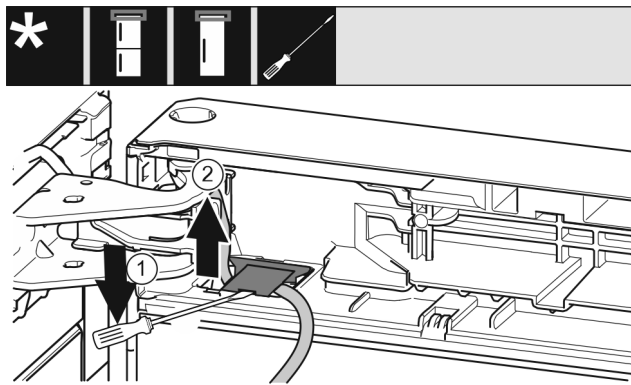

Fig. 21
- ▶ Используя шлицевую отвертку, поднимите и вытяните крышку. Fig. 21 (1)
- ▶ Извлеките кабель. Fig. 21 (2)